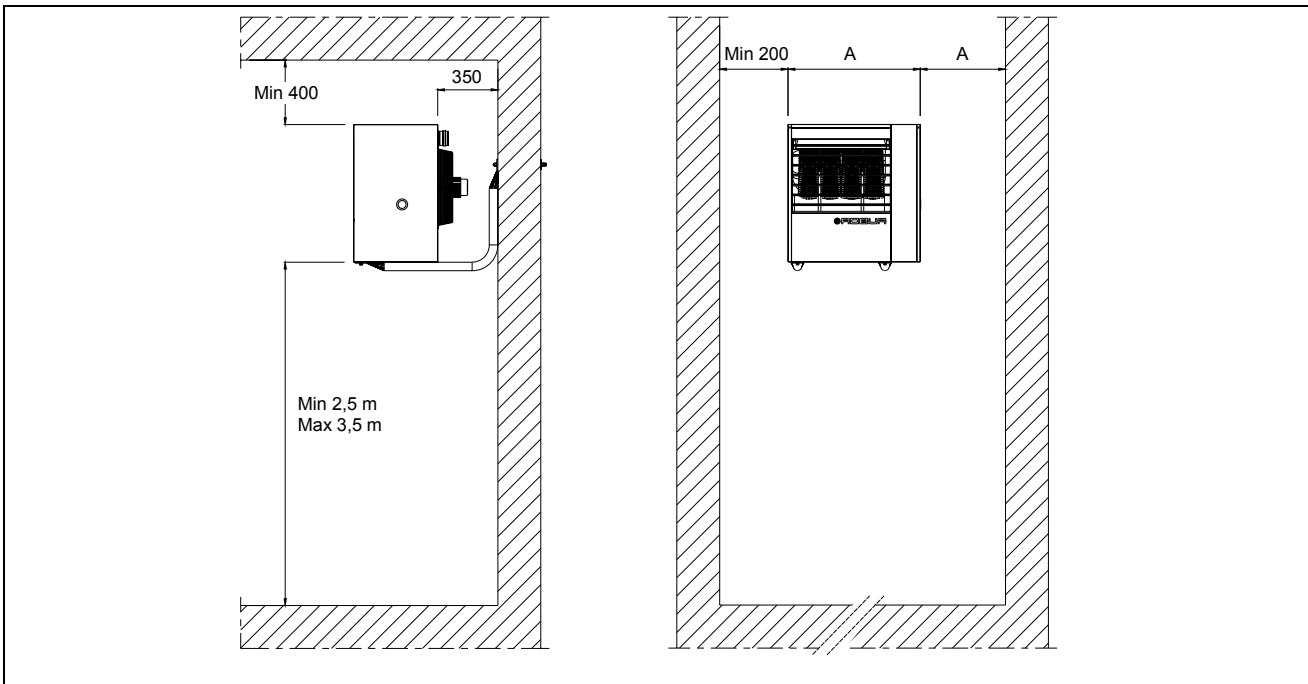

Рис. 4 – МИНИМАЛЬНЫЕ ДИСТАНЦИИ ДЛЯ УСТАНОВКИ
- B) Минимальное расстояние от стены до устройства должно быть достаточным для воздушной циркуляции. Минимальное расстояние от боковых стен, должно быть таким, как указано на Рис. 4.
- C) Рекомендуемая высота от пола до базы нагревателя - 2.5 - 3.5 м (см. Рис. 4). Не рекомендуется устанавливать генераторы на высоте менее 2,5 м.